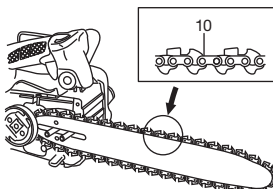

Fig. 4
4. Confirmar que la dirección de la cadena sea correcta como se indica en la figura y alinear la cadena sobre la rueda dentada. (Fig. 4)